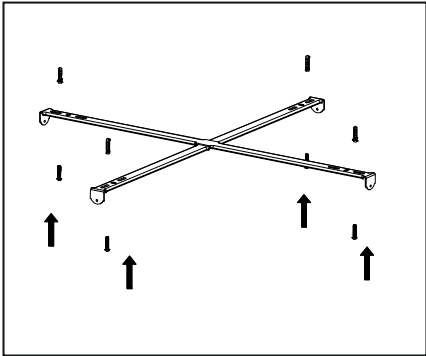

Рис. 1
- 5.10 Наметьте и просверлите четыре отверстия на поверхности потолка по месту установки в соответствии с перфорацией крестообразных направляющих (рис. 1).